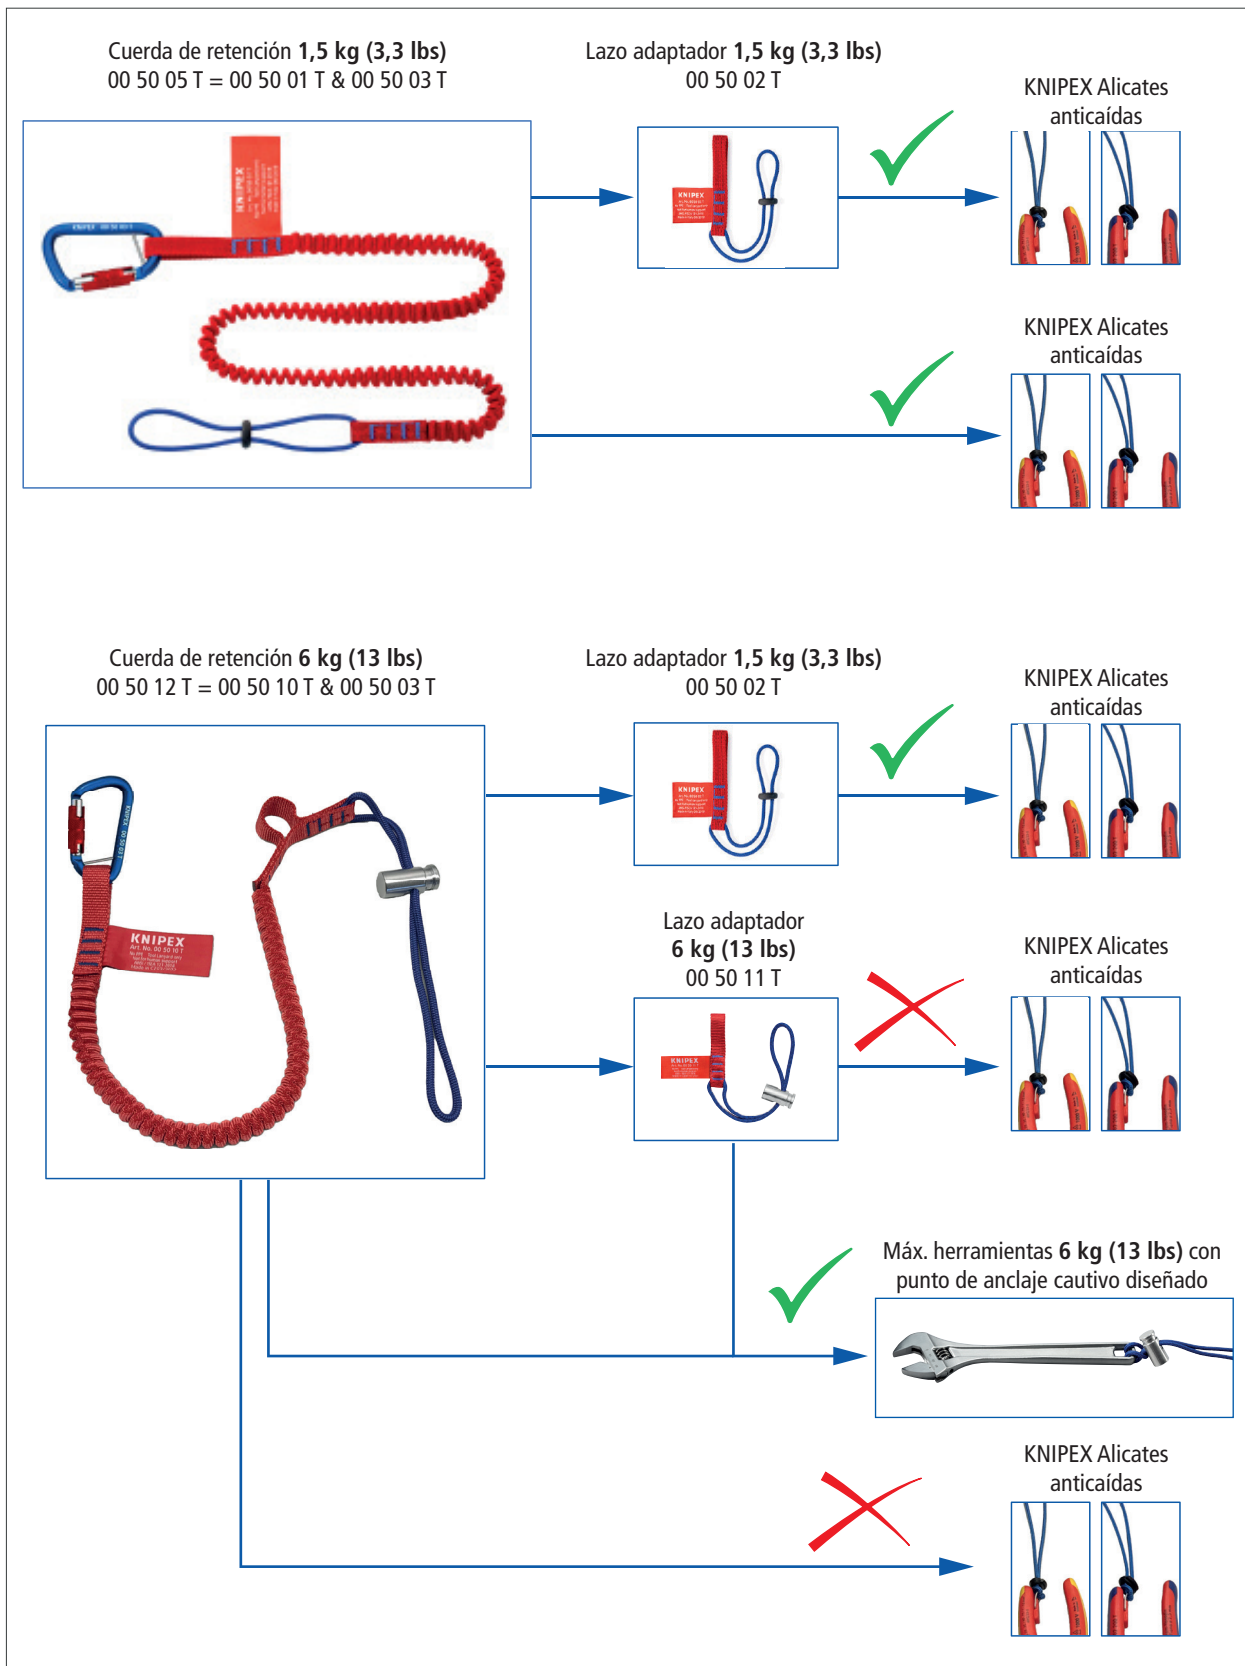

Figura 5: Compatibilidad de las herramientas anticaídas KNIPEX
- Al conectar una herramienta KNIPEX equipada con un punto de amarre a su cuerda de retención o a su lazo adaptador, compruébelo (figura 5) para ver si su cuerda de retención o lazo adaptador es compatible.
- Para conectar una herramienta KNIPEX con sujeción a la cuerda de retención de 6 kg (13 lbs) (KNIPEX 00 50 10 T), debe utilizar el lazo adaptador de 1,5 kg (3,3 lbs) (KNIPEX 00 50 02 T) (figura 5) (el cordón de la versión de 6 kg (13 lbs) es demasiado grueso para pasar por el punto de sujeción de la herramienta).